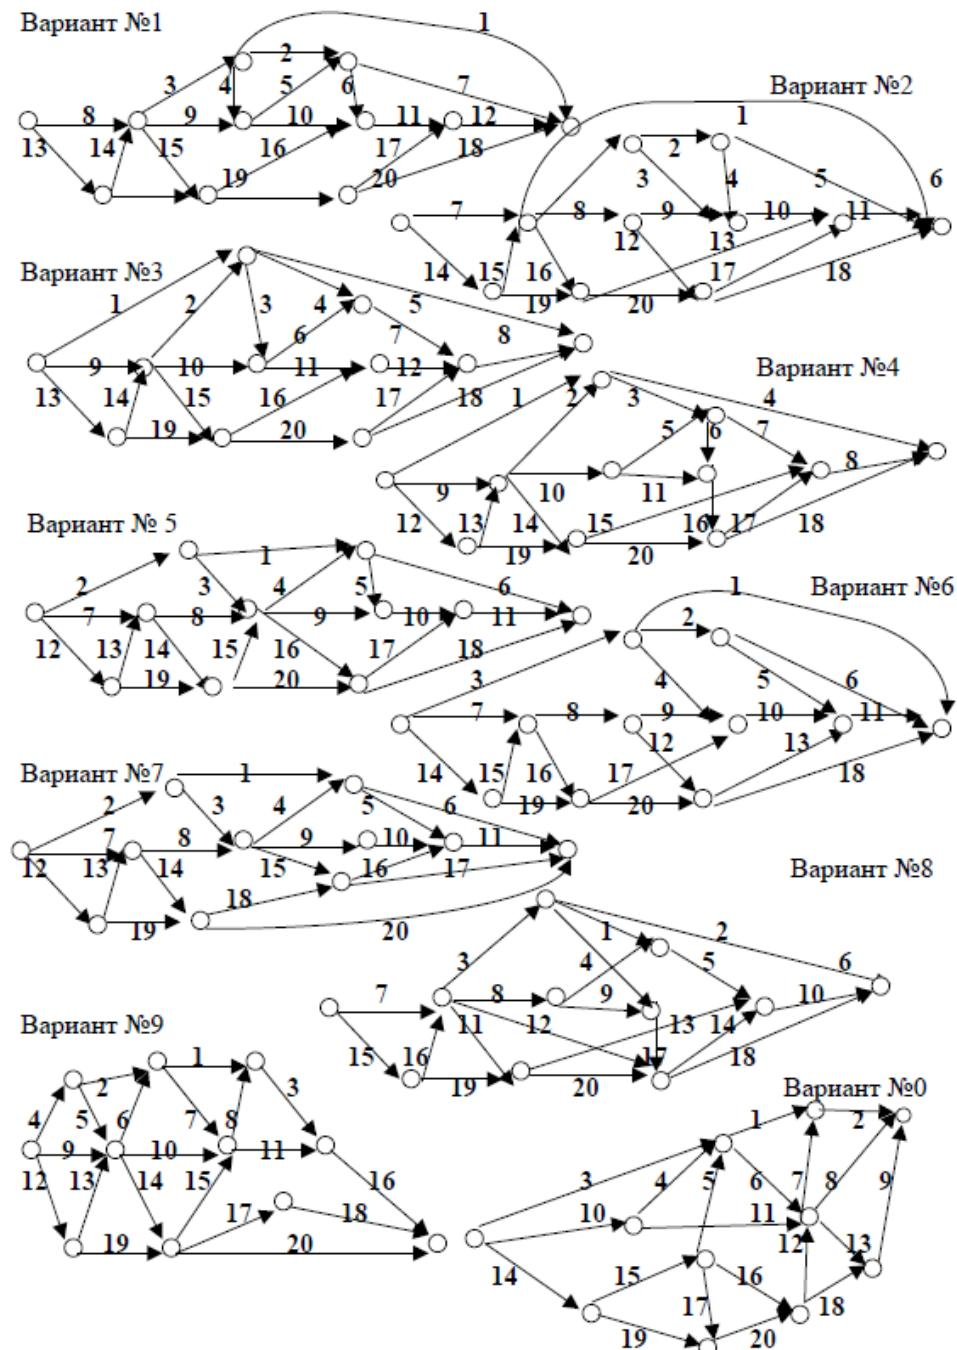

Рисунок 1
**Контрольная работа 1.** Для выполнения комплекса работ на предприятии разработан сетевой график реализации данного комплекса с указанием номеров работы (рисунок 1); определены длительности каждой работы и требуемые для реализации каждой работы людские ресурсы – таблица 1.
Исходные данные для контрольной работы выбираются по двум последним цифрам шифра студента: по последней цифре – номер варианта сетевого графика (рисунок 1), по предпоследней цифре – номер варианта длительности работ сетевого графика – таблица 1.